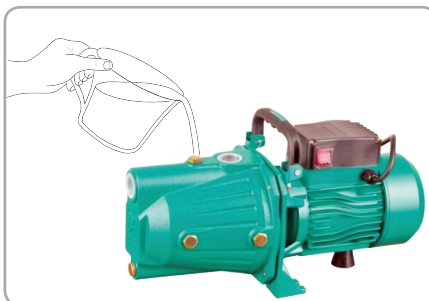

Fig.15
- Se toarnă apă curată în pompă și în conducta de aspirație până când se umple pompa și curge apă din ea (Fig.15).